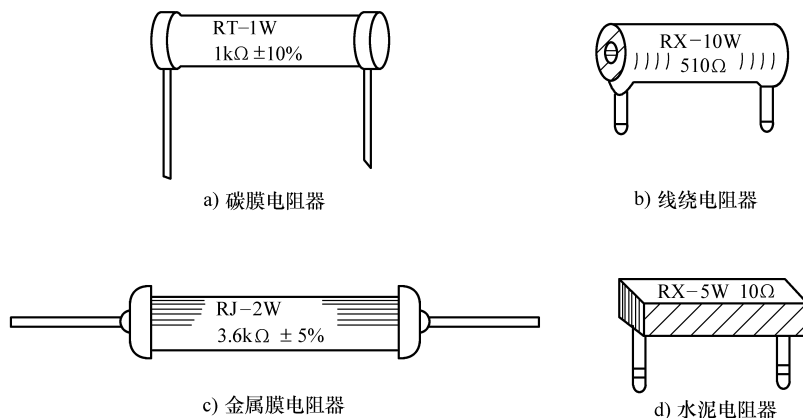

图 1-2 直标法
1) 直标法。就是将电阻器的类别、标称阻值、允许偏差及额定功率等直接标注在电阻器的外表面上。直标法一般用数字和单位符号直接地标称电阻值并标志在电阻器上，还有的用数字和单位符号组合在一起表示，文字符号前面的数字表示整数阻值，文字符号后面的数字表示小数点后面的小数阻值，其允许偏差直接用百分数表示，如图 1-2 所示。例如，电阻器上标志符号“R33”表示 0.33Ω，“6k8”表示 6.8kΩ。文字符号组合标志电阻器标称阻值实例如表 1-7、表 1-8 所示。